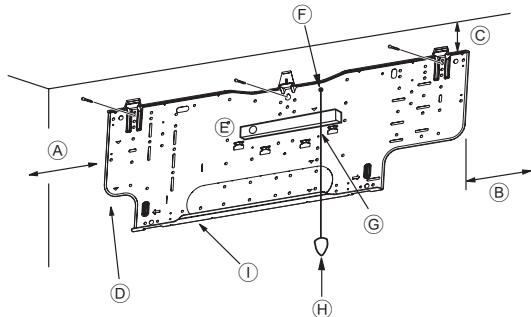
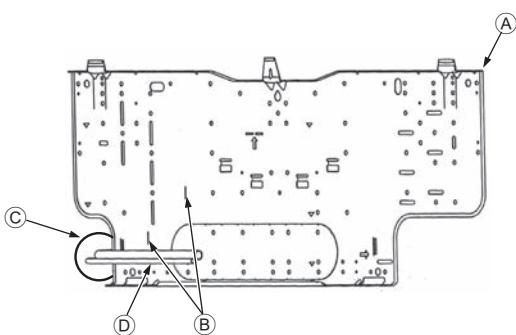

Fig. 3-4
Fig. 3-5
■ PKFY-P-VHM-E (Fig. 3-4)
- Ⓘ Piastra di montaggio ①
3.3. Inserimento dei tubi nella parete (Fig. 3-5)
- Ⓐ Piastra di montaggio ①